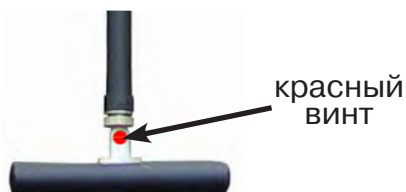

Рис.8.4
По направлению «стрелки» можно отличить «свой» сигнал от «чужого», поскольку направление тока в «своей» коммуникации противоположно «перенаведенным» токам, протекающим по «чужим» коммуникациям. Направление сигнала - вперед (↑) является условным понятием и «назначается» оператором для данного положения датчика относительно данной трассы, которое фиксируется оператором по метке в виде красного винта (рис. 8.4), расположенной на одной из сторон датчика ЭМД-247.
4. «Назначение» производится нажатием кнопки **f** при расположении датчика точно над «выделенной» коммуникацией, считающейся «своей». После этого указатель направления сигнала приобретает вид - (↓). При переходе на «чужую» коммуникацию с другим «направлением сигнала» (или при изменении положения датчика на «обратное») раздастся звук и стрелка покажет «направление сигнала - назад (↓)» (рис.8.4)